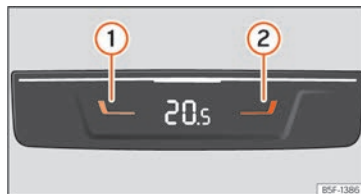

Fig. 152 À l'arrière la console centrale : commandes pour la banquette arrière.
- Appuyez sur les touches ① et ② »» fig. 152 pour régler la température de la zone arrière.